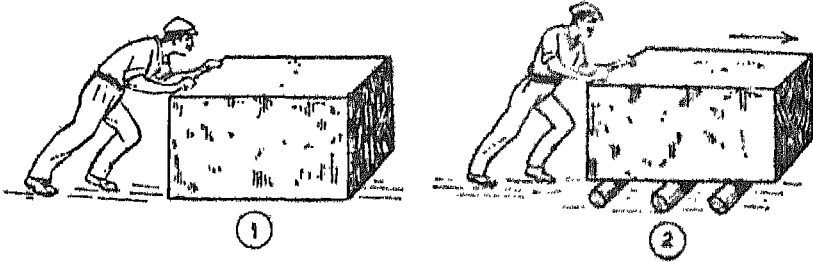

Fig. 5. — Transport d'un fardeau très lourd.
avec toute votre force, le bloc reste immobile : le frottement oppose au glissement une résistance beaucoup trop grande (fig. 5 - 1).
2. Soulevez la pierre avec un levier et glissez sous elle des rondins de bois, aussi ronds et lisses que possible, d'au moins 10 centimètres de diamètre. Et poussez maintenant le bloc, soit avec les mains, soit en vous aidant d'un levier à l'arrière ; les rondins roulent et emportent le bloc (fig. 5 - 2).